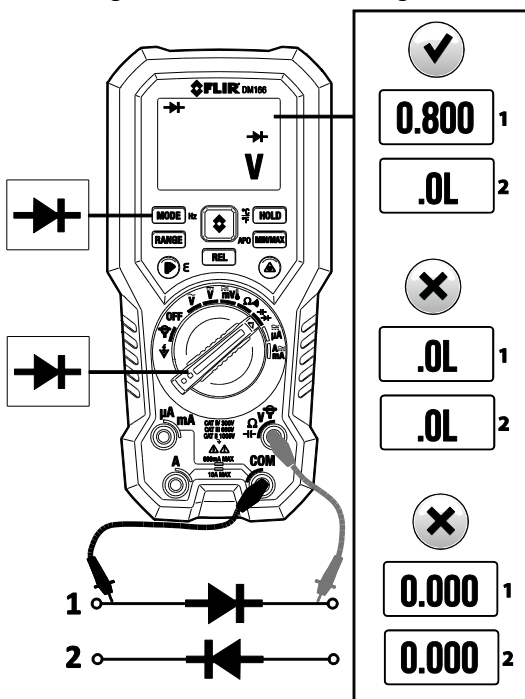

Fig. 6-5 Diodetest
3. Under testing, sett probespissene over dioden eller koblingspunktet til halvlederen i én polaritet (retning), og deretter i motsatt polaritet som vist i **fig. 6-5**.